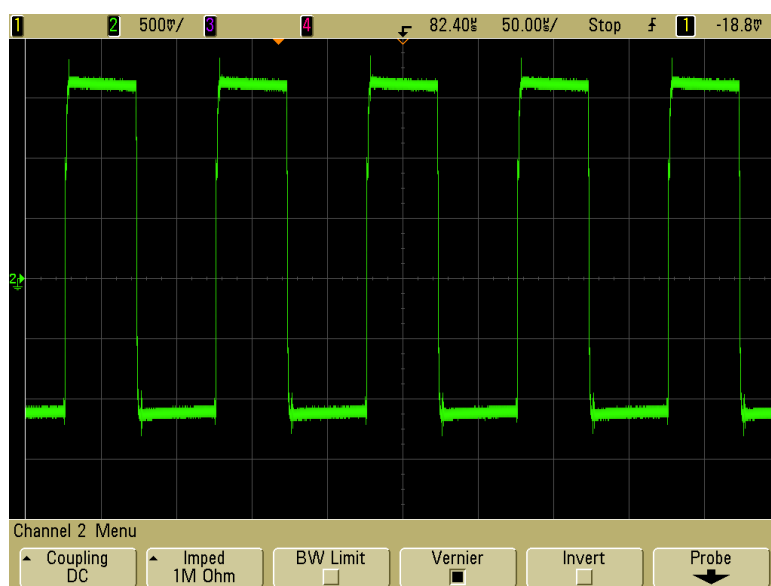

Рис. 4.11. Осциллограмма управления IGBT-модулем (50 мкс/дел; 5 В/дел).
4.9.8. Подключить щупы осциллографа к контактам G1 и E1 разъёма монтажной платы IGBT (см. рис. 4.10б) канала U. Примерный вид осциллограммы представлен на рис. 4.11. Форма импульсов (амплитуда, передний и задний фронты, частота) зависит от используемых модулей IGBT, модификации платы драйверов, установленной несущей частоты и может отличаться от представленной на рисунке.